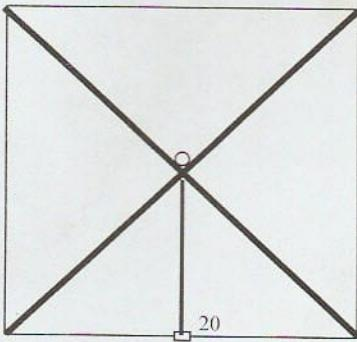
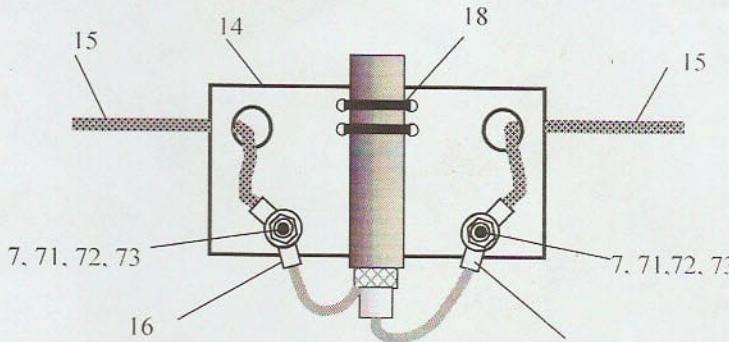

Рис. 14
Рис. 15
Клеммы вибраторов подключаются к изоляционной пластине (14) (рис. 15). Расположение шестов показано на рис. 14. Усилие при зажиме хомута должно быть приблизительно таким, как описано в разделе "Сборка шестов". К местам крепления элементов необходимо продеть трубку ПВХ из комплекта антенны, и через нее прижать к шесту провод элемента хомутом.
После этого можно приступить к подключению коаксиальных кабелей, как показано на рис. 15.